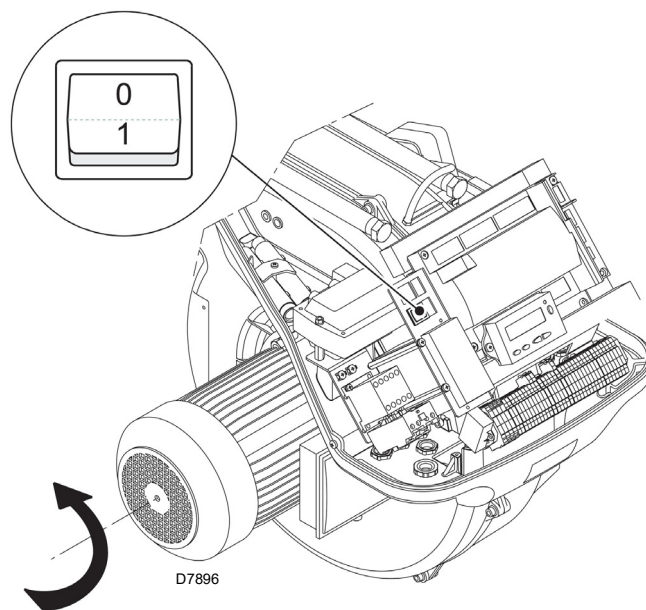

Fig. 27
Fermer les thermostats/pressostats et mettre l'interrupteur de la Fig. 27 en position "1".
Etant donné que le brûleur ne possède pas de dispositif de contrôle de la séquence des phases, il se peut que la rotation du moteur ne soit pas correcte. Dès que le moteur démarre se positionner devant le ventilateur de refroidissement du moteur ventilateur et contrôler s'il tourne dans le sens contraire à celui des aiguilles d'une montre. Voir la Fig. 27.
- mettre l'interrupteur de la Fig. 27 sur «0» et attendre que la boîte de contrôle réalise la phase d'extinction;
Le brûleur est en état d'attente de demande de chaleur ou le sélecteur «0-1» (Fig. 27 à la page 32) est sur la position «0».
Avec le sélecteur «**0-1**» (Fig. 27 à la page 32) le brûleur ne s'arrête pas immédiatement, mais la phase d'extinction a lieu.